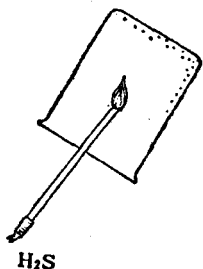

图5 硫化氢在空气里完全燃烧
(2) 硫化氢的燃烧 用检验氢气纯度同样的方法检验硫化氢的纯度后,用火点燃尖嘴导管口逸出的硫化氢气体,看到有淡蓝色的火焰。把一只干燥洁净的烧杯罩在硫化氢火焰的上方(图5),烧杯底部会有水珠凝聚。做这个实验以前,先让学生看到烧杯的内壁是干燥、洁净、透明的,罩在火焰上后有微细水珠凝聚,透明的玻璃就变得模糊。演示时,硫化氢火焰要小,时间不宜过长,否则烧杯受热,水珠不会凝聚。